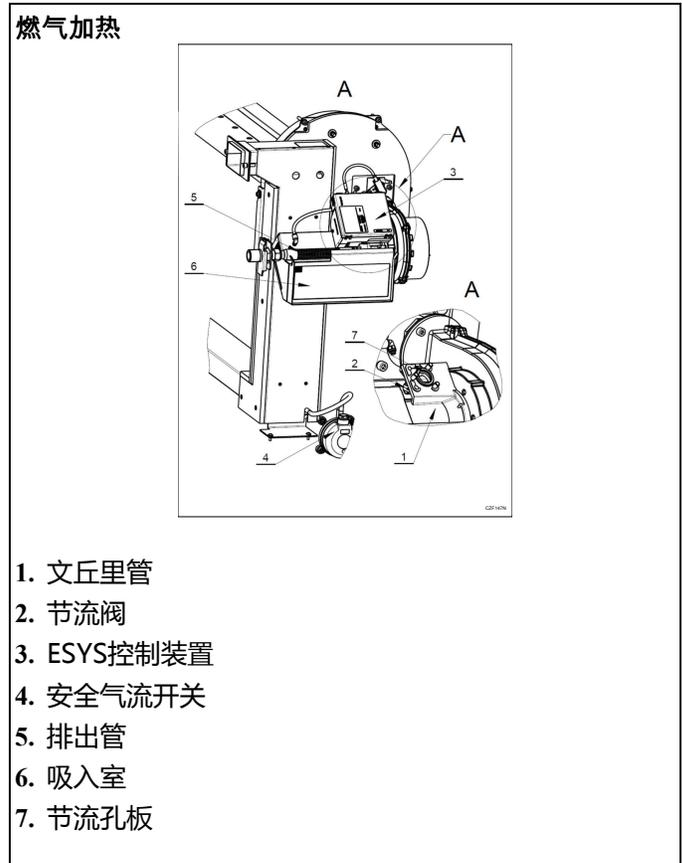

图 21
注: 关于以下插图编号说明，参见图 21。
- 各类气体和对应的气体运行连接压力总有一套精确的文丘里管(1)节流阀(2)设置以及一套ESYS控制装置(3)数据/参数集 - 参见图 21。同时，每台机器均单独设置了安全气流开关(4)。该安全阀会在阻力 — 排气侧最大压力损耗 (最大允许压力损耗Pz值 - 参见表 9) 超出允许极限或燃气加热系统损坏时阻止其运行。
- 改造方法取决于预混式燃烧头的类型，参见图 21，即执行（N、C、U、H）。
- 仅可通过更换改造工具套件来改装机器类型，该套件包含：（参见图 21）
- 编码控制装置ESYS (3)，带正确设置的参数
- ASP = 经调节的文丘里歧管(2)的调节螺钉位置，参见图 21。
转换为其他燃气类型 — 执行 (N、C、U、H)、图 21、图 3：